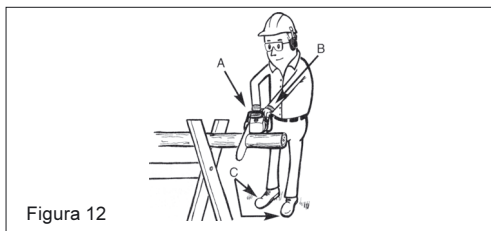

Figura 12
4. Taglio su un cavalletto (figura 12):